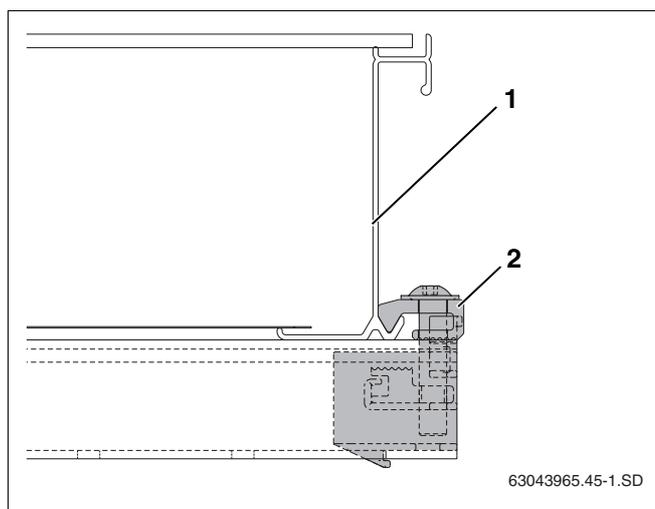

Fig. 46 Giunto di collegamento unilaterale dopo l'avvitamento
- Far scivolare con cautela il collettore (fig. 46, pos. 1) contro il giunto di collegamento unilaterale e allinearne orizzontalmente.
- Avvitare il giunto di collegamento unilaterale con la chiave SW5 (fig. 46, pos. 2).
Il pressore (fig. 46, pos. 2) del giunto di collegamento fa ora presa sul bordo inferiore del collettore.